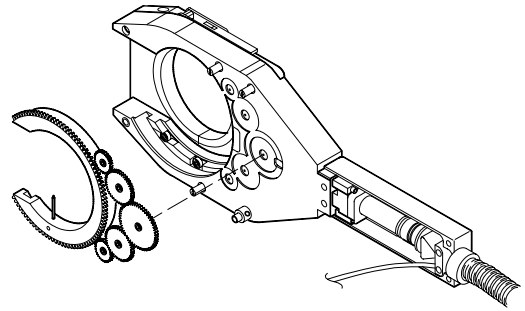

図 18：ローターを取り外す
- 2.ハウジング・アセンブリのギア側からローターを取り外します。図 18 をご参照ください。